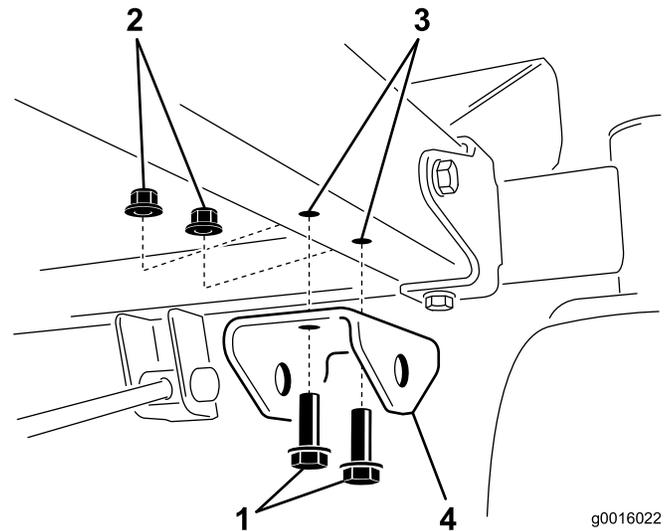

Figure 5
6. À l'avant de la machine, sur le côté droit, posez le support de la pédale sur le bâti, comme illustré à la Figure 5.